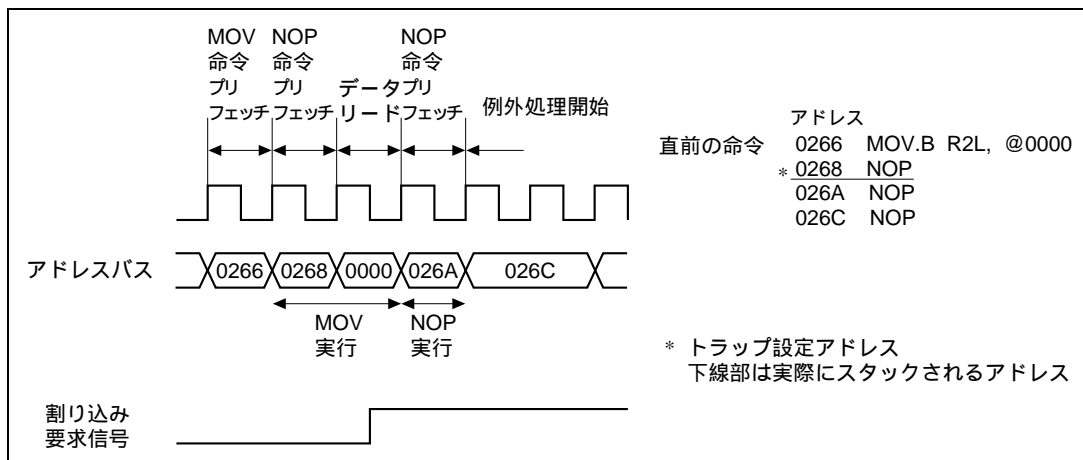

図 25.3 基本動作 (2)
- (2) トラップアドレスの直前の命令が実行サイクル2ステート以上の命令で、かつ次命令のプリフェッチが後から2ステート目で行われる場合を図25.3に示します。スタックされるアドレスは0268番地です。